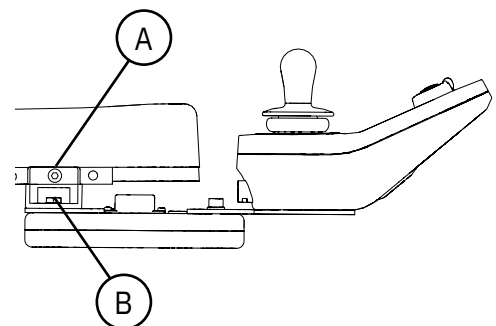

Figure 5.2. ParaLoc.
Les boîtiers de commande peuvent être montés avec deux types de fixation, le bras de commande et ParaLoc (en option). Le bras de commande est articulé en deux points et permet de déplacer le boîtier de commande vers l'intérieur et l'extérieur de l'accoudoir. Les articulations peuvent être verrouillées en position fixe ou être mobiles avec une résistance réglable. Avec ParaLoc, le boîtier de commande conserve sa direction lorsque le bras de commande est tourné vers l'extérieur ou l'intérieur. ParaLoc dispose d'une position de verrouillage, qui est normalement placée directement à l'avant de l'accoudoir. Il est également possible de régler la position de verrouillage en ajustant le bras magnétique (voir figure 5.2). Les deux types de fixation sont aussi réglables en profondeur et peuvent être montés sur le côté droit ou gauche. ParaLoc avec contrôle de la hauteur et de l'inclinaison peut être ajusté dans plus de dimensions, sans nécessiter d'outils supplémentaires.
ParaLoc est réglable en profondeur (A) et dispose d'un emplacement réglable de la position de verrouillage du bras magnétique (B), voir figure 5.2. Pour ajuster la profondeur, voir Bras de commande.
Le bras de commande est réglable en profondeur et dispose d'un emplacement réglable de la position de verrouillage du bras magnétique comme ci-dessus (voir figure 5.2). Pour ajuster la profondeur, voir Bras de commande.